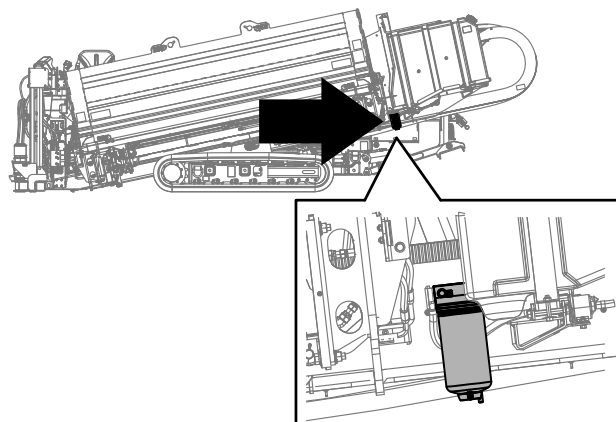

Figure 95
2. Desserrez le robinet de vidange au bas du filtre (Figure 95).
2. Vidangez une partie du carburant en desserrant le bouchon d'aération et en ouvrant la vanne de vidange (Figure 95).